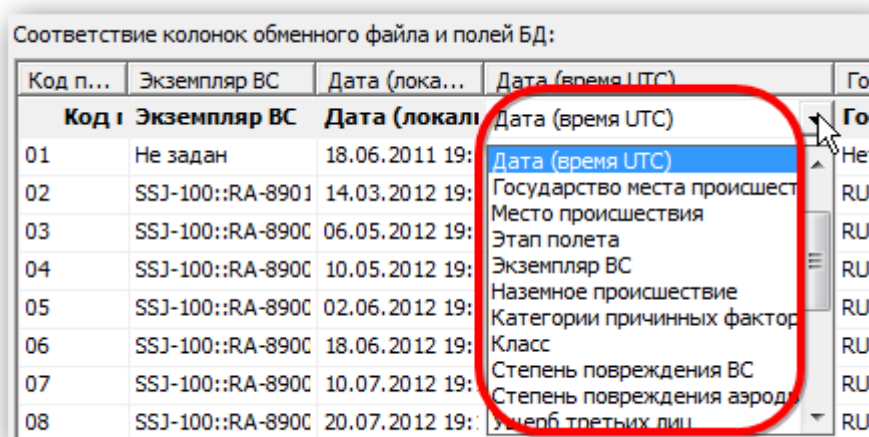

Рис. 13-462 – Установление вручную соответствия колонок в файле и полей БД
3) В результате откроется окно «Импорт данных из файла в формате Microsoft Excel» (рис. 13-462). Описание назначения полей данного окна приведено в пункте 5.4.6 «Панель «Импорт/экспорт»», стр. 58.
4) Нажать в нем кнопку «Выбрать файл на локальном диске»  (рис. 13-462). Откроется стандартное диалоговое окно «Открыть» – выбрать файл и нажать кнопку «Открыть».